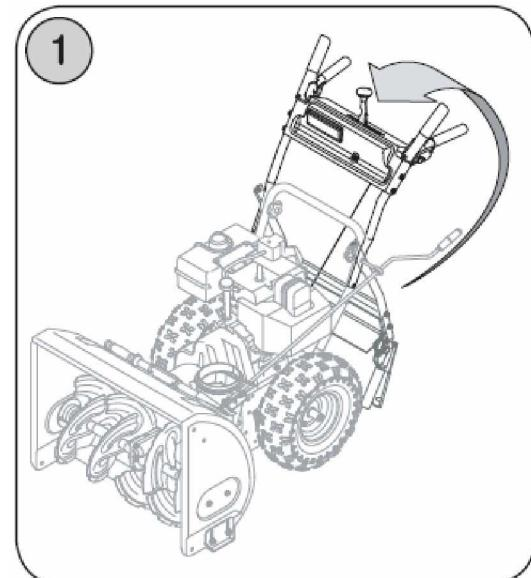

Рис. 1.1.
a. Поднимите вверх и переместите к снегоуборщику верхнюю часть рукоятки управления, см. Рис. 1-1, 1-2. Совместите верхнюю часть и нижнюю часть рукоятки управления.